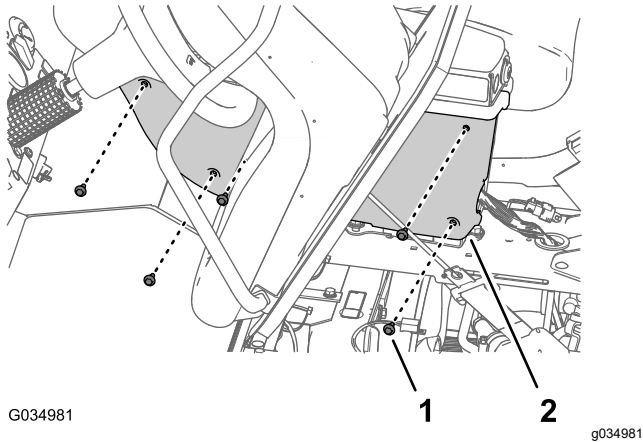

図 98
- 前に取り外した (図 98) フランジヘッド ボルト (1/4 x 3/4") 5本を使ってカバーをセンターコンソールに取り付け、ボルトを 520 678 N·cm (0.560.73kgm) でトルク締めする。